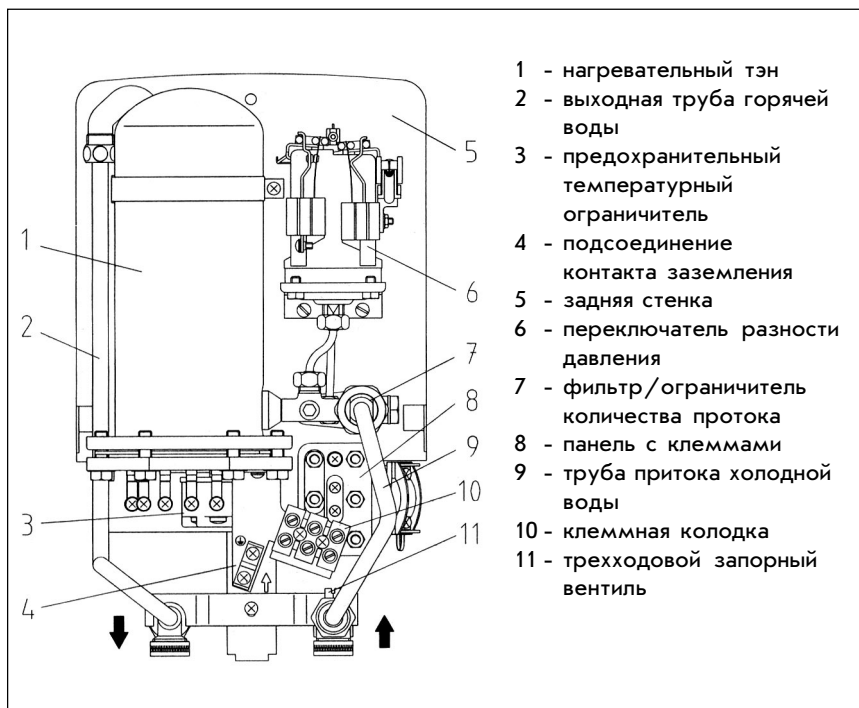
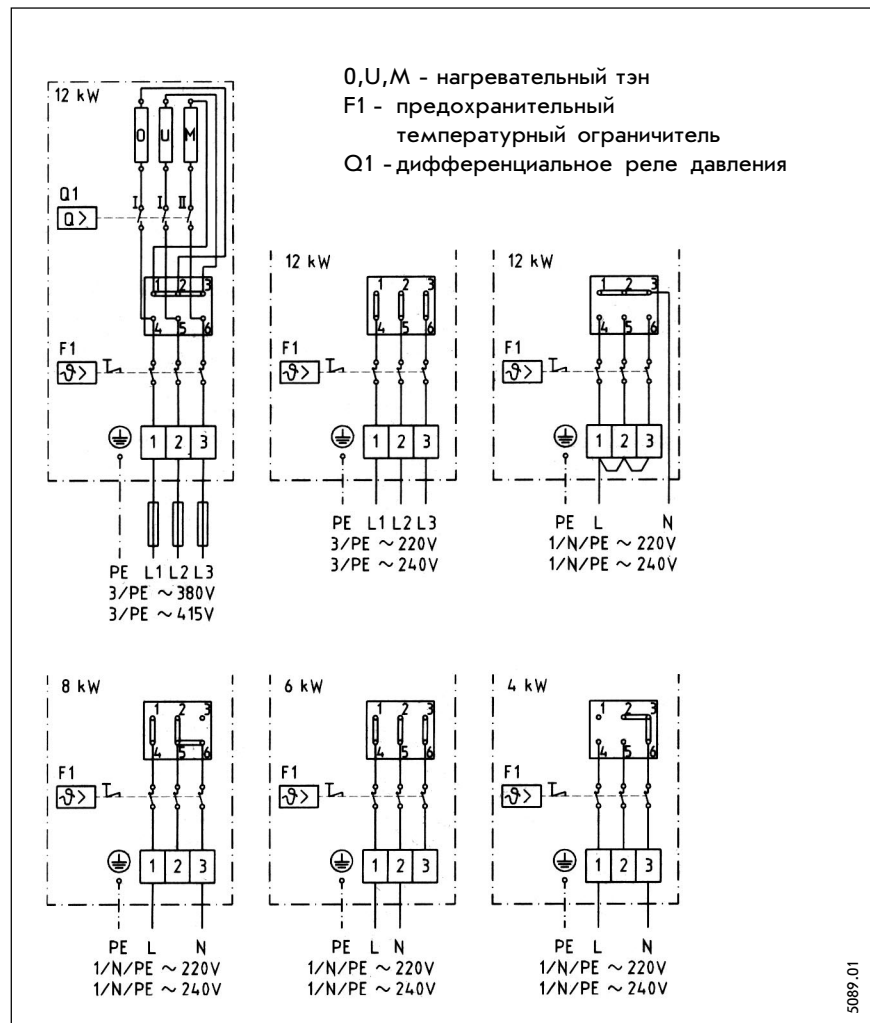

Рис. 3
Рис. 5
Электрическое подключение (рис.5 и 6)
- произвести электроподключение к клеммам согласно рис.5 и подключить клемму заземления (поз.4, рис.3).
- балансиры включения, установленные на переключателе разности давления, имеют транспортировочные предохранители в виде резиновых колец (поз.6 на рис.3). Кольца следует осторожно удалить (например ножом), не задевая при этом балансиры включения и контактные пружины.
- если в момент включения прибора ДНА отсутствует необходимое давление потока (табл.2), то ограничитель количества протока должен быть демонтирован. Благодаря этому, данные в таблице 2 величины должны быть достигнуты. Перед демонтажем ограничителя протока (рис.3) прибор отключить от сети.